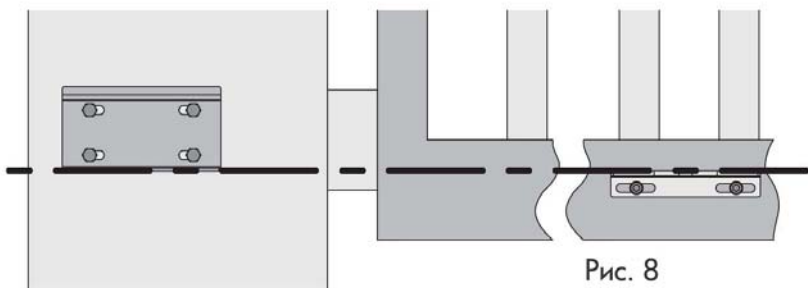

Рис. 8
- Нижний уровень заднего кронштейна должен быть на одном уровне с верхней кромкой переднего кронштейна (Рис. 8).